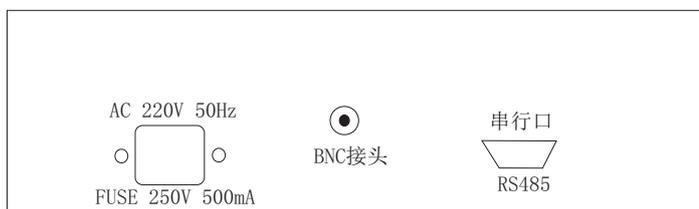

图2 TE-R203后面板示意图
- 1). 后面板由以下几部分组成: 电源插座、BNC接头、扩展串行通讯接口(见图2)。